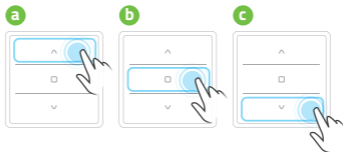

Abb. 9.2
1. Die Aktivierung durch die Berührung mit dem Finger im Feld der Steuertasten. Der Funksender wird an den Empfänger einen Befehl, dem Bereich auf dem Bildschirm entsprechend senden-Zeichung - Abb. 9.2.